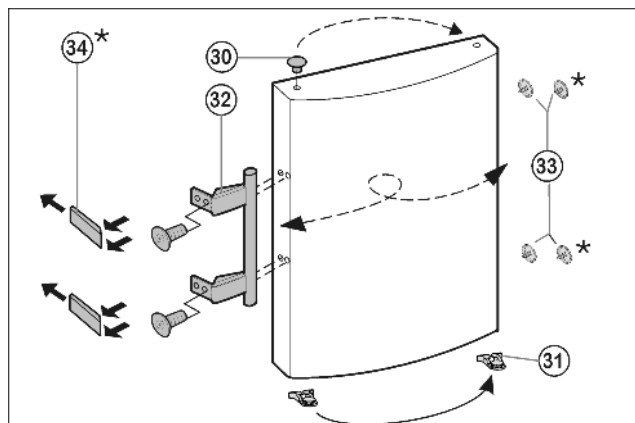

Fig. 8
- ▶ Wyciągnąć wkładkę Fig. 8 (30) z zawiasu drzwi i przelożyć na drugą stronę.
- ▶ Zdemontować uchwyt drzwi Fig. 8 (32), zatyczki Fig. 8 (33) oraz płytki dociskowe* Fig. 8 (34) i przelożyć je na przeciwną stronę.